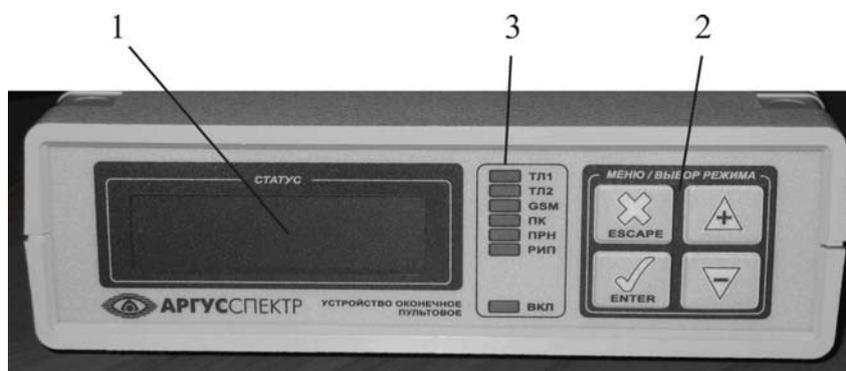
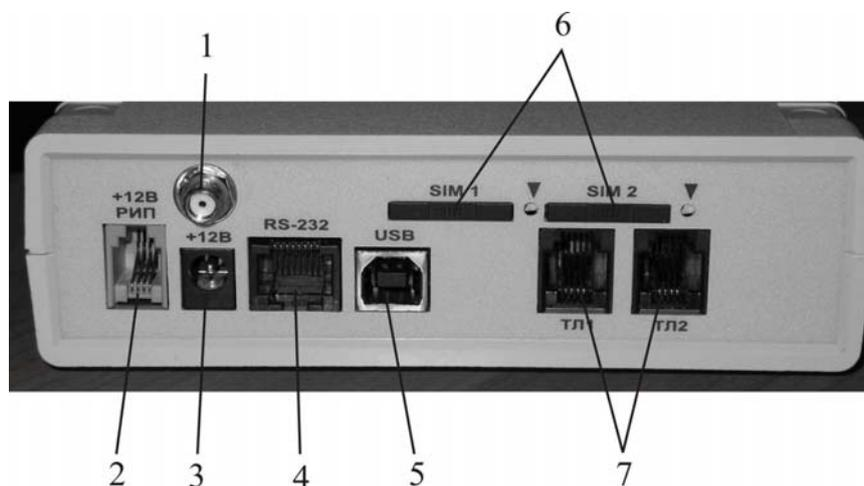

Рисунок 1
Рисунок 2
6.1 Устройство состоит из корпуса, лицевой (рисунок 1) и задней (рисунок 2) панелей. На лицевой панели располагаются ЖКИ 1, клавиатура 2 и светодиодные индикаторы 3. Назначение индикаторов приведено в таблице 1.
6.2 На задней панели (рисунок 2) размещены: антенный разъём SMA 1, разъем для подключения РИП 2, цилиндрический разъем источника питания 3, разъем RS-232 4, разъем USB 5, держатели SIM карты 6, разъемы для подключения телефонной линии 7.